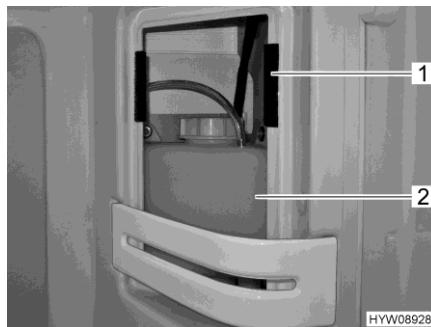

Fig. 178 Vase d'expansion (chauffage à eau chaude)
- Retirer le couvercle du vase d'expansion (Fig. 178,2), en haut à droite de la douche. Le couvercle est fixé avec un bande velcro (Fig. 178,1).